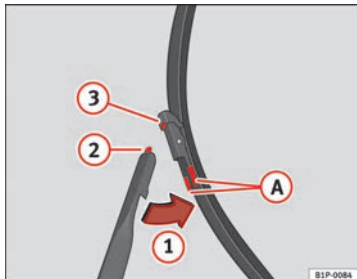

Fig. 148 Cambio de las escobillas del limpiaparabrisas
- Presione las teclas laterales (A) y libere la escobilla desplazándola en el sentido de la flecha (1) ⇒ fig. 148.
- Introduzca la pestaña (2) en el alojamiento (3) de la escobilla ⇒ fig. 148.
- Desplace la escobilla hacia el brazo en el sentido contrario a la flecha (1), hasta percibir un click ⇒ fig. 148.